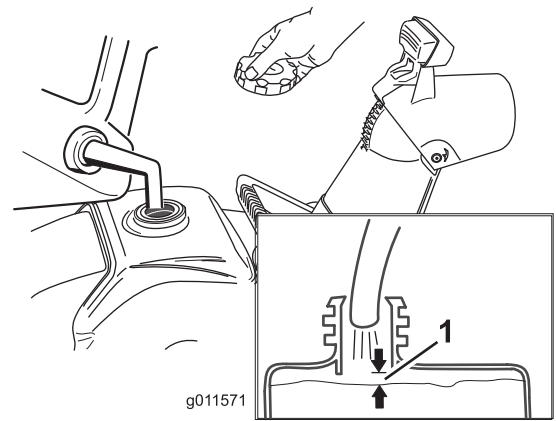

Bild 13
1. Stellen Sie sicher, dass der Kraftstofftank nicht zu sehr gefüllt ist (siehe Bild 13), und dass der Tankdeckel fest aufgeschraubt ist.